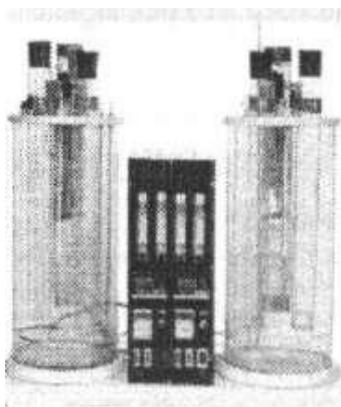

Рисунок 5 – Аппарат ВМ – ПХП
**5. Анализатор предназначен** для определения характеристик вспениваемости смазочных масел по ASTM D892, IP146 (рис. 5).